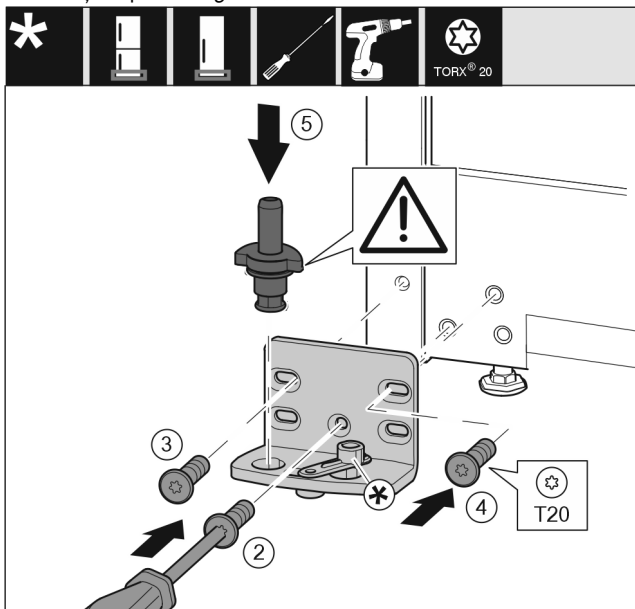

Fig. 48 *
- Aplicați suportul de lagăr pe partea opusă și înșurubați-l cu ajutorul unei șurubelnițe. Începeți cu șurubul Fig. 48 (2) de jos din centru.*
- Înșurubați ferm șurubul Fig. 48 (3) și șurubul Fig. 48 (4).*
- Introduceți complet bolțul de lagăr Fig. 48 (5). Aveți grijă aici ca respectiva camă de fixare să fie îndreptată către înapoi.*